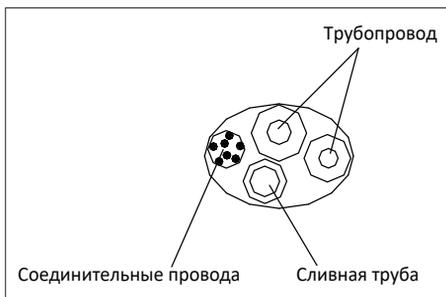
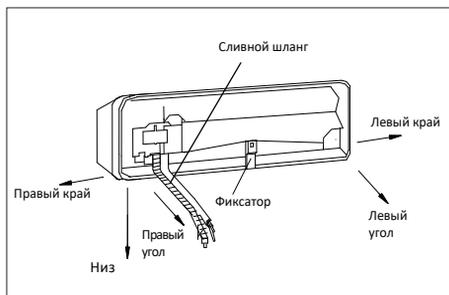

Рис. 5
Рис. 6
Вывести монтажные трубы из внутреннего блока можно с разных сторон, как показано на рис. 6. Выберите наиболее подходящую вам сторону.
- Расположите соединительные трубы, кабель, дренажный шланг, как показано на рис. 6, а затем подсоедините дренажный шланг к сливному отверстию. Дренажный шланг расположите под наклоном (вниз). Скрепите соединительные трубы, кабели и дренажный шланг вместе виниловой лентой (рис. 5). Обеспечьте достаточное пространство между дренажной трубой и землей. Не ставьте дренажную трубу в воду или канаву.